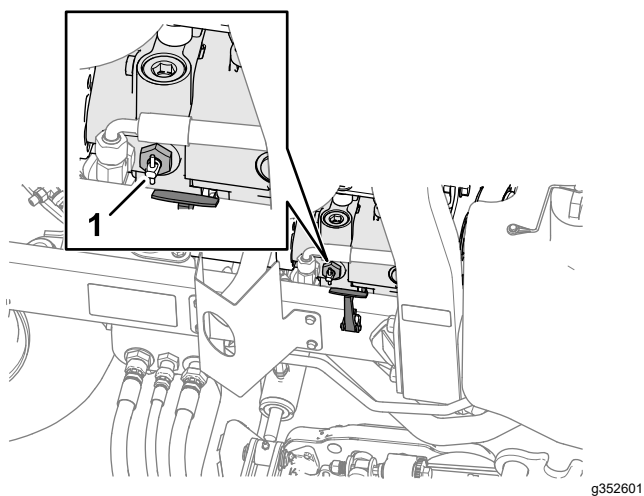

Figura 52
2. Rotii mânerul pentru supapa de bypass de pe pompă, de lângă clișetelul capotei dreapta (Figura 52), rotind supapa cu 90°.